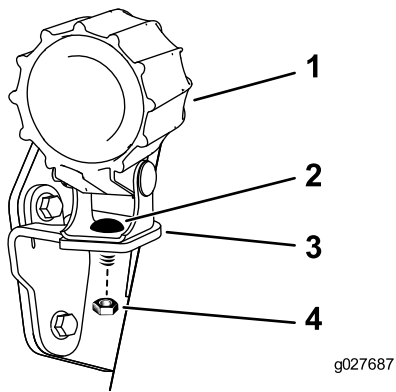

Figura 13
2. Retire a porca e o parafuso de cada conjunto das luzes de trabalho e prenda-as aos suportes, como se mostra na Figura 13.